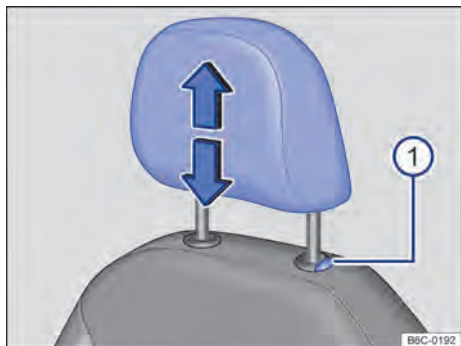
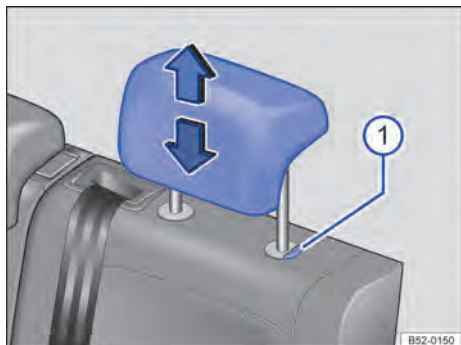

Fig. 64 Apoio para cabeça dianteiro: ajustar.
Fig. 65 Apoio para cabeça traseiros: ajustar.
- Deslocar o apoio para cabeça para cima ou para baixo na direção da seta com o botão → Fig. 64 Ⓜ️ ou → Fig. 65 Ⓜ️ pressionado → ⚠️ em *Introdução ao tema* na página 83.